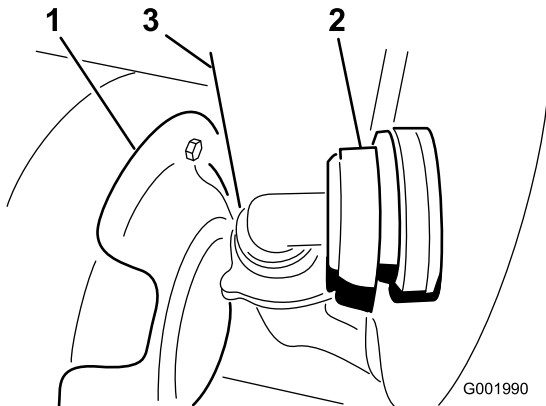

図 57
3. タンクの前壁の下にあるホースを外す（図 57）。
**注** 防熱シールド（図 57）を押しのけないとカバーが取り外せない場合があります。
7. タンク前面下のホースを接続する（図 57）。